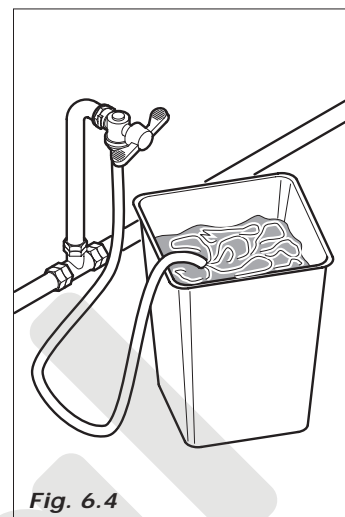

Fig. 6.4
- antes de efectuar la conexión hídrica dejar correr el agua del grifo para eliminar impurezas y suciedad (Fig. 6.4).